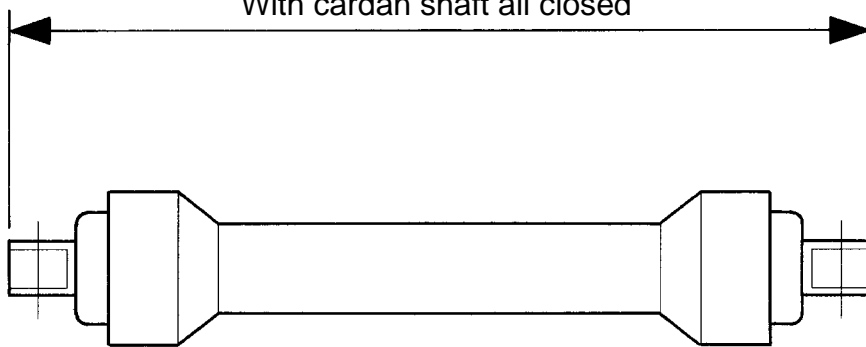

Fig. 4-7 Determinazione della distanza tra gli alberi della trinciatrice e della trattrice
- Misurare la distanza fra l'albero in uscita dalla scatola ingranaggi della trinciatrice e l'albero in uscita dalla trattrice, quota **A** (Fig. 4-7).
- Misurare l'albero cardanico in posizione tutta chiusa, quota **B** (Fig. 4-7).
- Measure the distance between the gearbox PTO of the shredder and the tractor PTO, distance **A** (Fig. 4-7).
- Measure the cardan shaft in its all closed position, distance **B** (Fig. 4-7).
- Tagliare la protezione in plastica (Fig. 4-9-A), della quantità corrispondente a B "meno" A di Fig. 4-7.
- Cut the plastic cover (Fig. 4-9-A) to corresponding to B "minus" A of Fig 4-7.